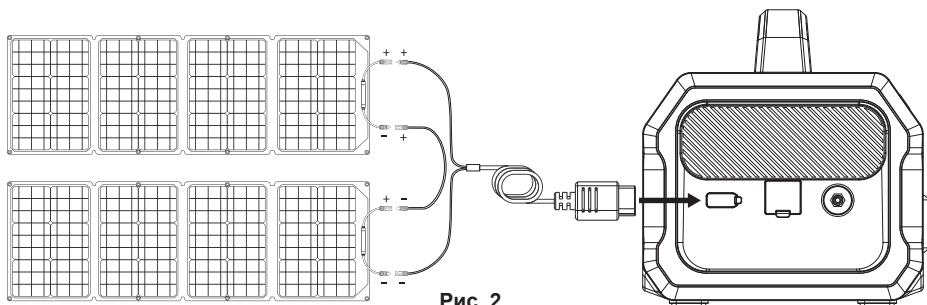

Рис. 2
2. Якщо вам потрібно підключити дві сонячні панелі, як показано на Рис. 2, ви можете з'єднати кабелі MC4 двох сонячних панелей послідовно, потім підключити їх до сонячного зарядного кабелю MC4-XT60, а потім підключити роз'єм XT60 сонячного зарядного кабелю до роз'єму XT60 цього виробу для заряджання. Кабель для сонячної зарядки MC4-XT60 не входить до стандартної комплектації і повинен бути придбаний користувачем окремо.